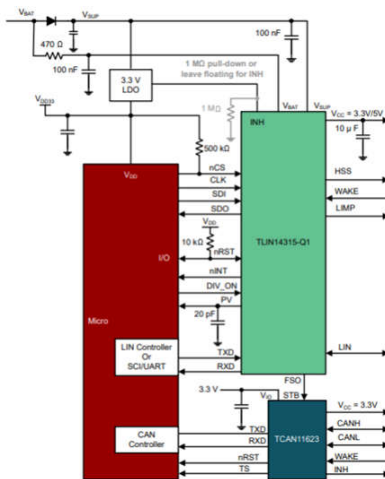

图 3. TLIN1431-Q1 的简化原理图，通过通道扩展功能扩展至 TCAN11623-Q1
**TLIN1431-Q1** 中端 SBC 集成了 LIN 收发器、看门狗计时器、高侧开关、唤醒引脚和 LDO (125mA)。**TLIN1431-Q1** 还支持通道扩展, 使您能够通过添加和控制外部 LIN 或 CAN 收发器来灵活地扩展系统, 而无需使用处理器的另一个通用输入/输出。**图 3** 是一种简化设计, 使用 **TLIN1431-Q1** 作为主 SBC 与微控制器进行连接, 而 **TCAN11623-Q1** 通过通道扩展进行连接, 从而在设计中添加 CAN 收发器 (通道)。通道扩展功能使设计人员能够在系统设计中添加独立的 CAN 或 LIN, 甚至另一个 SBC。